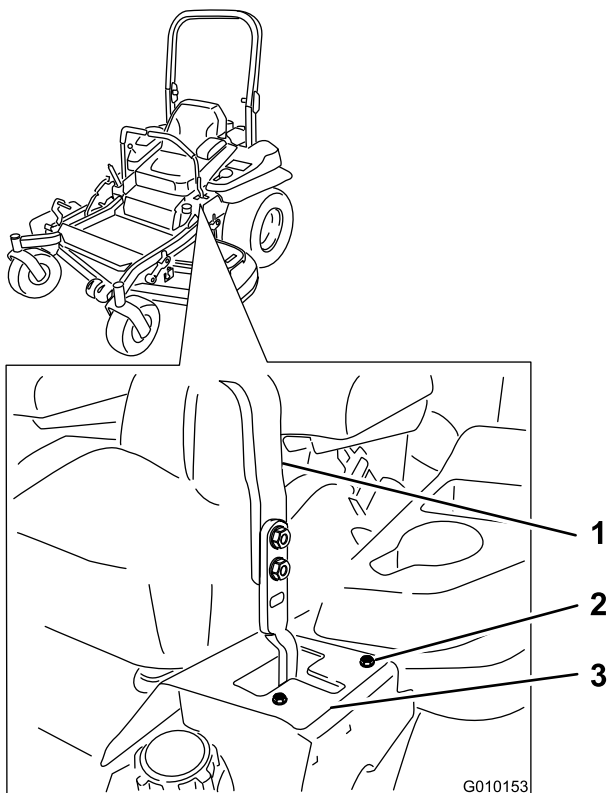

Figure 74
- Si elle se déporte à droite, desserrez les boulons et déplacez la plaque de butée gauche en arrière sur la fente en T gauche, jusqu'à ce que la machine se déplace en ligne droite (Figure 74).
- Si elle se déporte à gauche, desserrez les boulons et déplacez la plaque de butée droite en arrière sur la fente en T droite, jusqu'à ce que la machine se déplace en ligne droite (Figure 74).
- Serrez les boulons de la plaque (Figure 74).